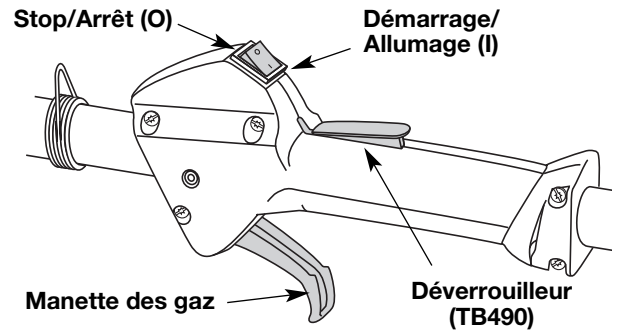

Fig. 20
**REMARQUE :** Il n'est pas nécessaire de faire démarrer la machine. La commande On/Off (Arrêt/Marche) est en position ON (I) en permanence (Fig. 20).